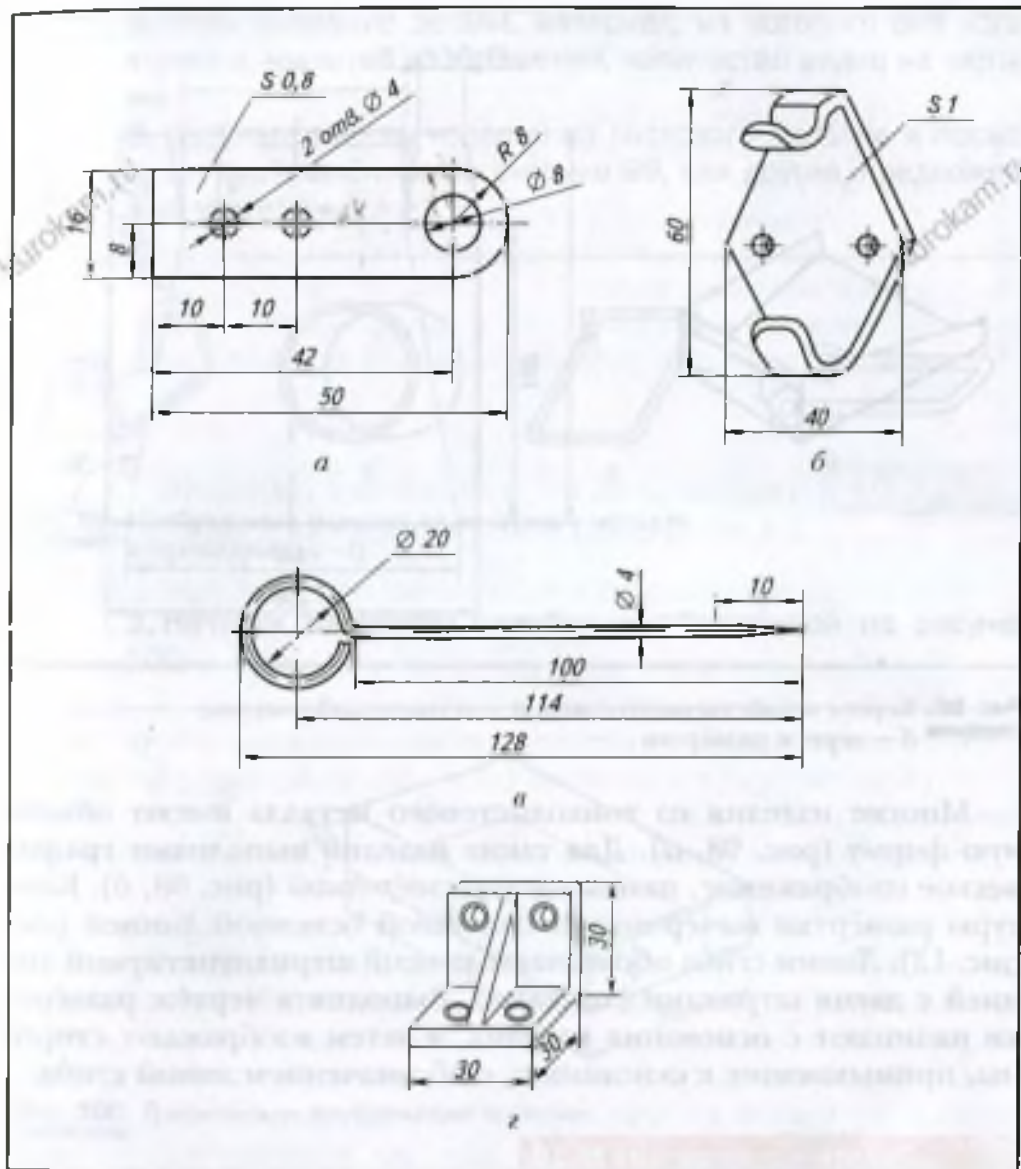

Рис. 97. Графические изображения деталей из металла и пластмассы:
Запись  $R 8$  на чертеже (рис. 97, а) означает: радиус закругления контура детали равен 8 мм; запись  $S 0,8$  — толщина детали составляет 0,8 мм. Центры отверстий показывают на чертежах штрихпунктирными линиями, пересекающимися под прямым углом (рис. 97, б).
Если деталь изготовлена из проволоки диаметром менее 2 мм, то её изображают одной сплошной основной линией. Если диаметр проволоки более 2 мм — двумя параллельными сплошными линиями (рис. 97, в).
4. По чертежу (рис. 97, а) выполни технический рисунок изделия.